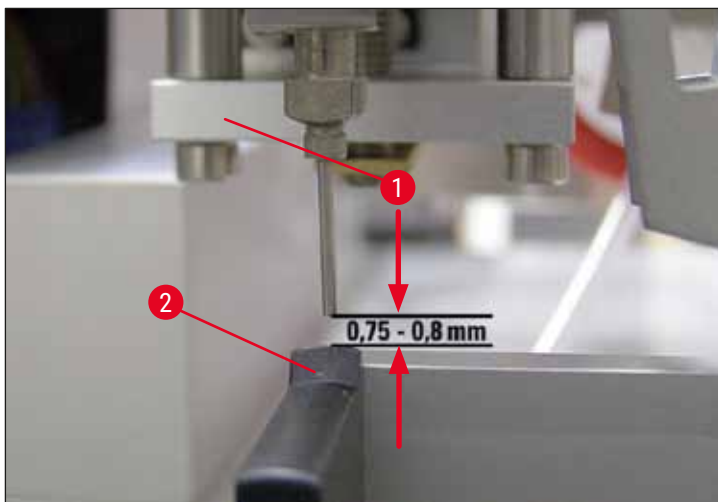

Fig. 16
8. A altura definida da agulha do distribuidor pode ser inspecionada novamente através da inspeção visual pela frente (→ Fig. 16).